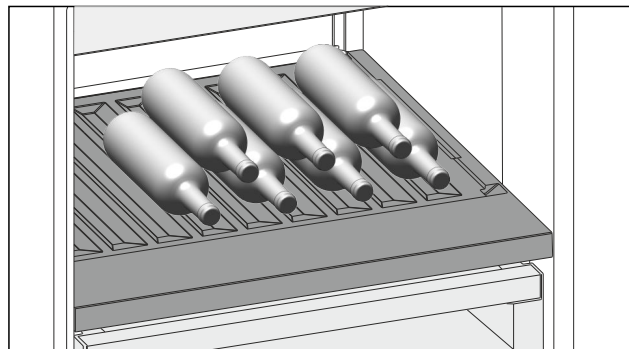

Fig. 121
- ▶ Бутылки укладывайте дном к задней стенке. (см. Fig. 121)